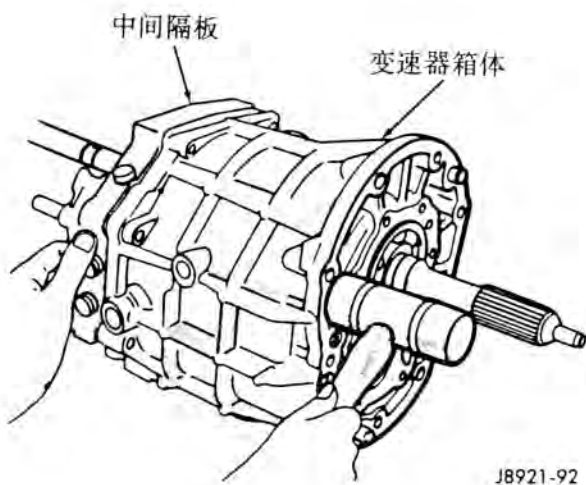

图 94 安装前轴承盖
(5) 在前轴承盖上安装新密封垫并把轴承盖安装到壳体上 (图 94)。